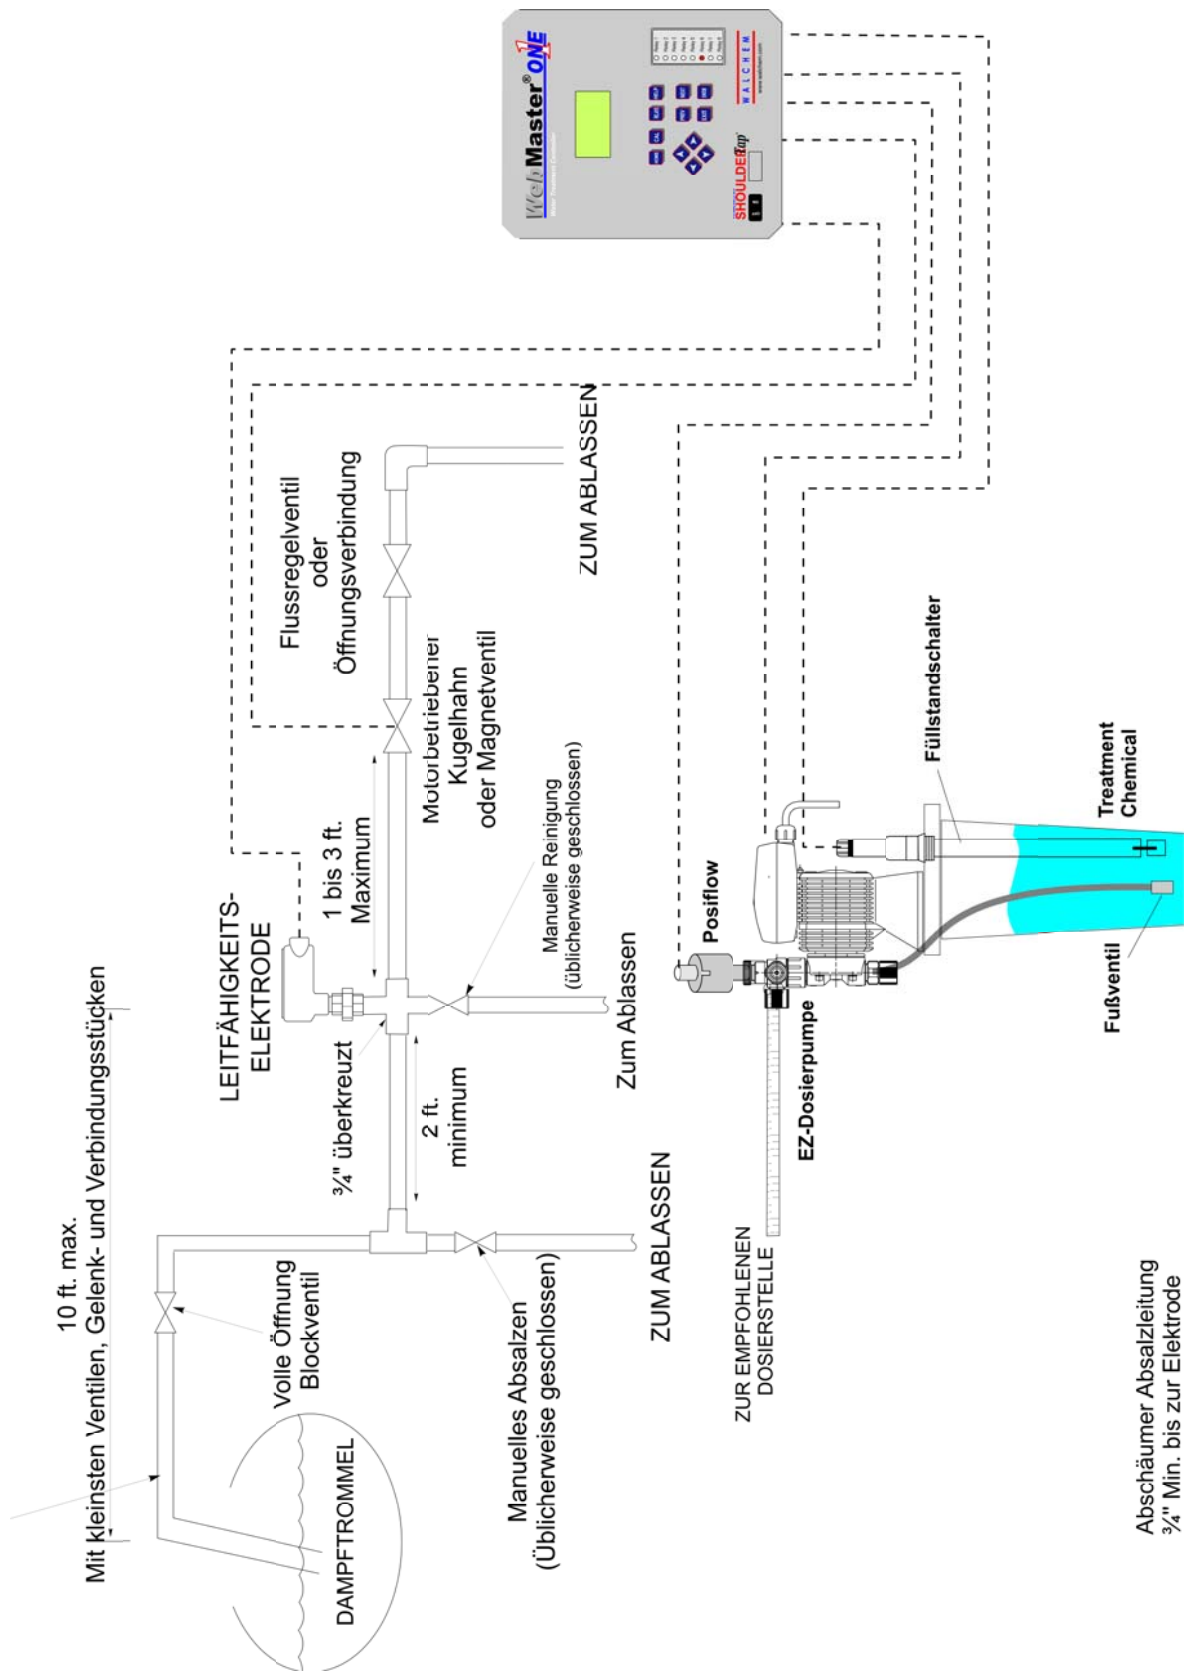

Abbildung 1b : Typische Installation, Kessel, Probenname in Intervallen
***Wichtige Installationshinweise für Kessel: (siehe Abbildung 1b und c)***